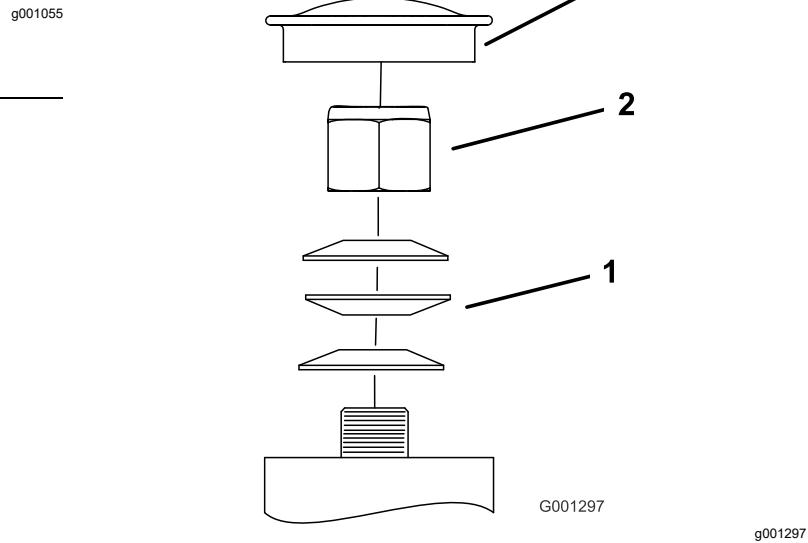

Figure 54
3. Déposez le capuchon protecteur de la roue pivotante et serrez le contre-écrou (Figure 54).
4. Continuez de serrer le contre-écrou jusqu'à ce que les rondelles élastiques soient aplatis, puis desserrez-le d'un quart de tour pour obtenir la précharge correcte des roulements (Figure 54).
5. Reposez le capuchon protecteur (Figure 54).